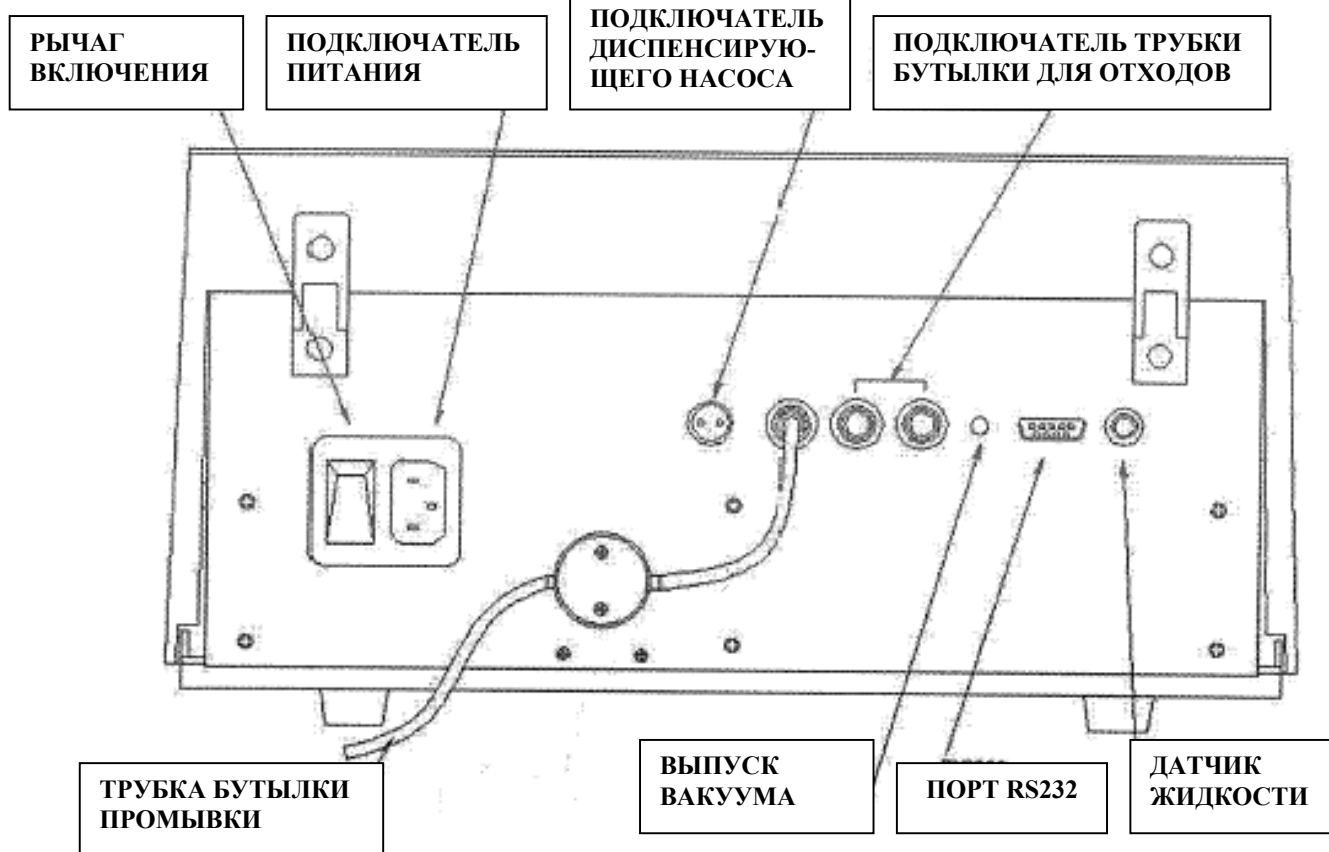

Рисунок 2. Задний вид Immunichem-2600
4. Подсоедините конец промывающей трубки к подключателю трубки бутылки для промывки сзади прибора (Рисунок 2).
5. Подсоедините кабель питания насоса к подключателю диспенсирующего насоса сзади прибора (Рисунок 2).